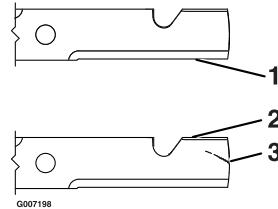

Figura 44
1. Controllate i taglienti (Figura 44). Se i taglienti non sono affilati o presentano intaccature, togliete le lame ed affilatele; vedere la sezione Affilatura delle lame.
2. Controllate le lame, in particolare l'area curva. In caso di danni, usura o scanalature nell'area (Figura 44, voce 3) montate immediatamente una nuova lama.